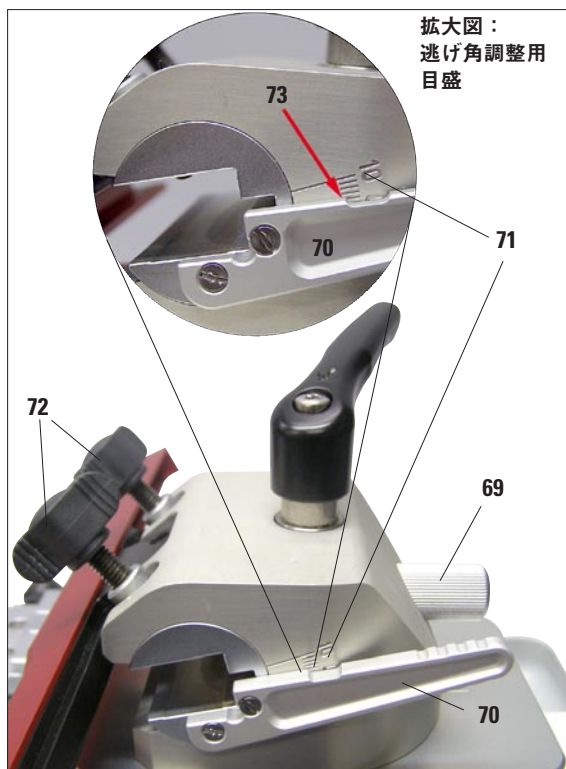

図 13
逃げ角の設定 (図 13)
- ローレットネジ (69) を緩めます。
- 希望する逃げ角を調整レバー (70) で逃げ角調整用目盛 (71) を使ってセットします (赤の矢印)。
- 設定位置を固定するために、ローレットネジ (69) を再び締め付けます。調整レバー (70) の上端部 (73、図 13 の拡大図の赤の矢印) が希望する逃げ角のインデックスマークの位置と揃う必要があります。